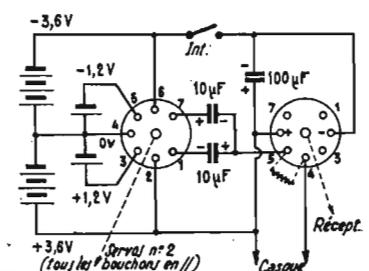

Fig. 36. — Câblage avec servo n° 2
b) Servo n° 2 (câblage fig. 36)